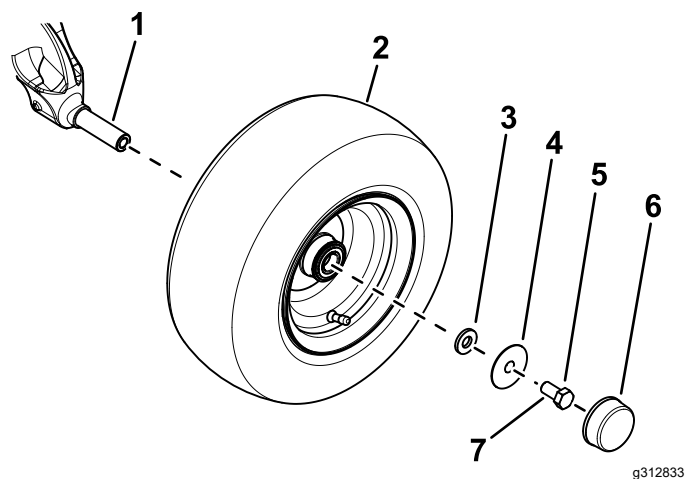

Figure 3
- Utilisez une petite rondelle, une grande rondelle et un boulon (5/8" x 1 1/4") pour fixer la roue sur le pivot de fusée (Figure 3).
D. Placez le couvre-moyeu sur la roue (Figure 3).